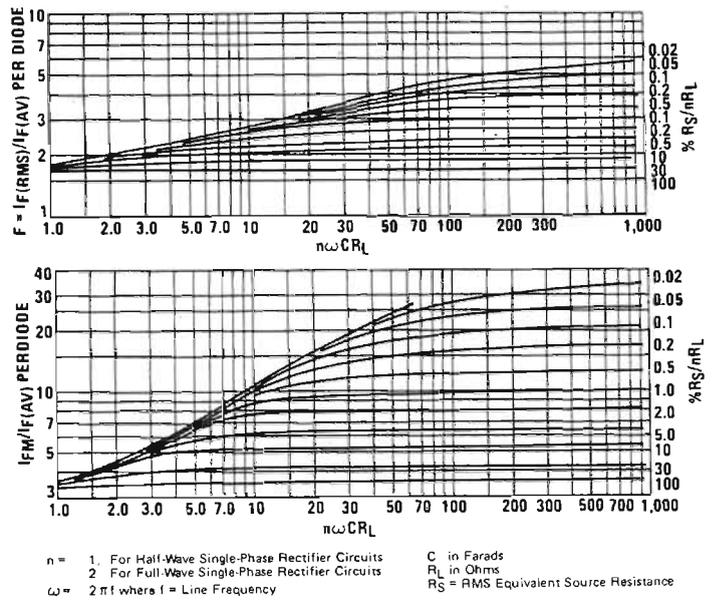

Fig. 7
2) Déterminer ensuite le courant crête de diode à partir de la figure 7 qui nous donne le coefficient
$$F = \frac{I_{F \text{ off}}}{I_{IN}} = \text{facteur de forme déterminé figure 7.}$$